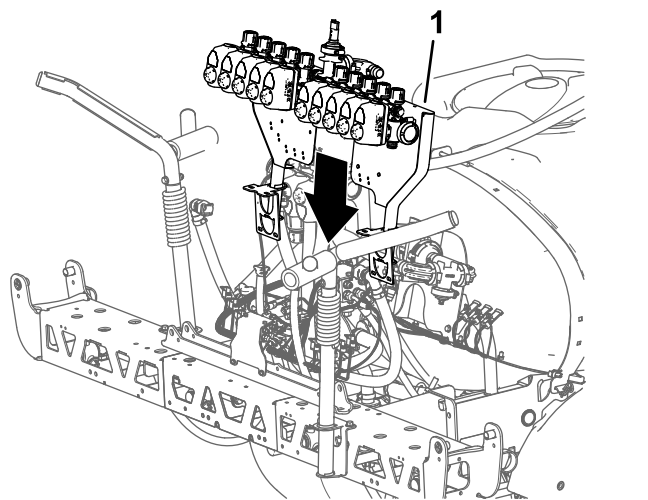

図 107
1. 所定の能力のある昇降装置を使ってバルブマウントスプレーバルブアセンブリを吊り上げ、センターブームに合わせる 図 107。